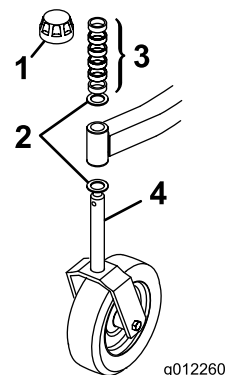
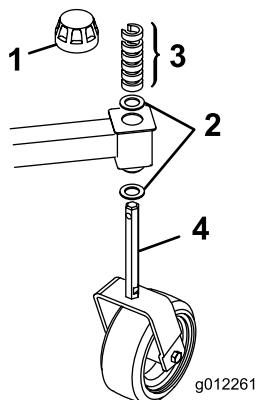

Figura 2
Figura 3
1. Retire los casquillos tensores de los ejes y retire los espaciadores y las arandelas de empuje (Figura 2 y Figura 3).
- Deslice los espaciadores sobre el eje de la rueda giratoria para obtener la altura de corte deseada; consulte la tabla de Alturas de corte, en la sección Ajuste de la altura de corte. Coloque una arandela de empuje sobre el eje. Introduzca el eje grande por el brazo de rueda giratoria delantero y el eje pequeño por el brazo de rueda giratoria trasero. Instale otra arandela de empuje y los espaciadores restantes en el eje e instale el casquillo tensor para fijar el conjunto (Figura 2 y Figura 3).